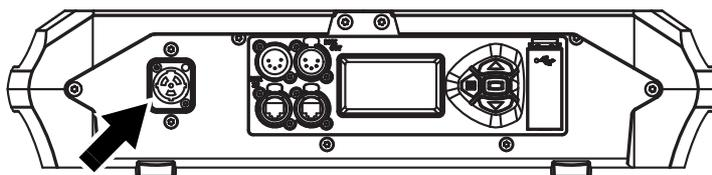

Figure 7 : Embase secteur
2. Voir Figure 7. Aligned les détrompeurs du connecteur TRUE1 du câble d'entrée d'alimentation avec ceux de l'embase MAINS IN (voir ci-contre). Insérez le connecteur dans l'embase et tournez-le dans le sens horaire pour le bloquer. Si le connecteur semble difficile à tourner, sortez-le de l'embase, vérifiez que vous avez correctement aligné les détrompeurs et essayez à nouveau (n'appliquez pas de force excessive). Assurez-vous que le verrou du connecteur émet un « clic » et que le connecteur est bien verrouillé dans l'embase.